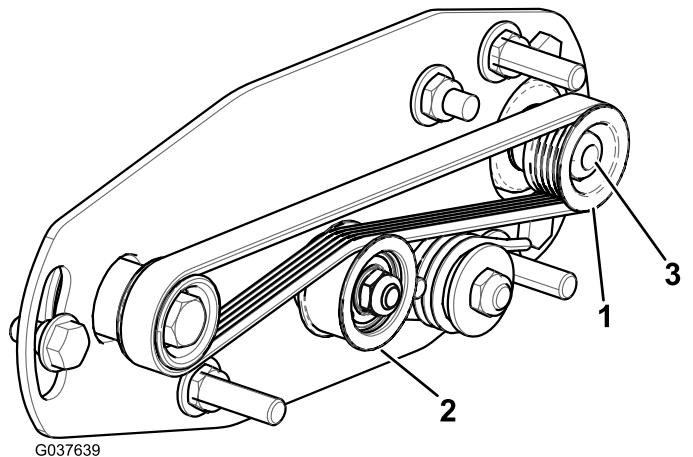
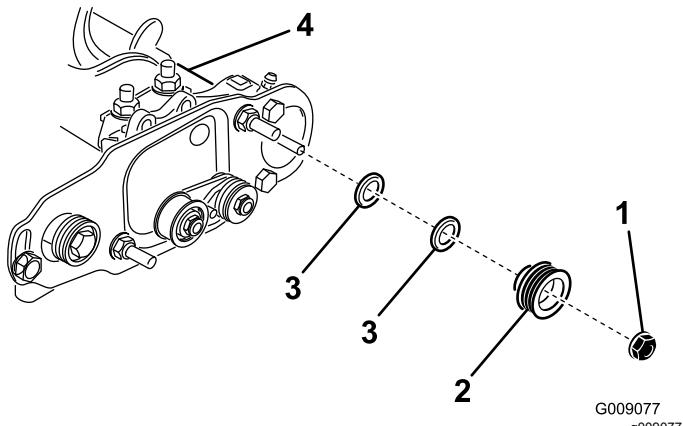

Bild 24
Bild 25
1. Die Antriebsriemenscheibe (an der Rollenbürstenwelle) kann nach innen und außen bewegt werden (Bild 24).
2. Drehen Sie die Spindel, die die Antriebsscheibe dreht, und drücken Sie gleichzeitig den Riemen von der Antriebsscheibe (Bild 24).
3. Entfernen Sie die Sicherungsmutter, mit der die Antriebsriemenscheibe an der Bürstenwelle befestigt ist (Bild 24 oder Bild 25).
4. Nehmen Sie die Antriebsriemenscheibe von der Welle (Bild 25).
5. Wenn die Scheibe nach außen bewegt werden muss, legen Sie eine 0,8 mm dicke Scheibe auf (Bild 25).
6. Setzen Sie die Riemscheibe ein, wie in Bild 25 abgebildet.